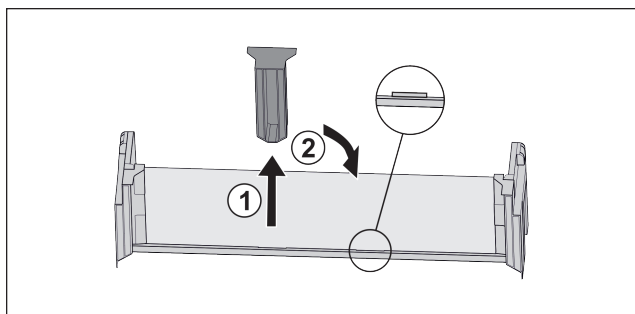

Fig. 39
- ▶ Изтеглете средната задържаща част Fig. 39 (1).
- ▶ Вкарайте средната задърж аща част на втората позиция Fig. 39 (2).